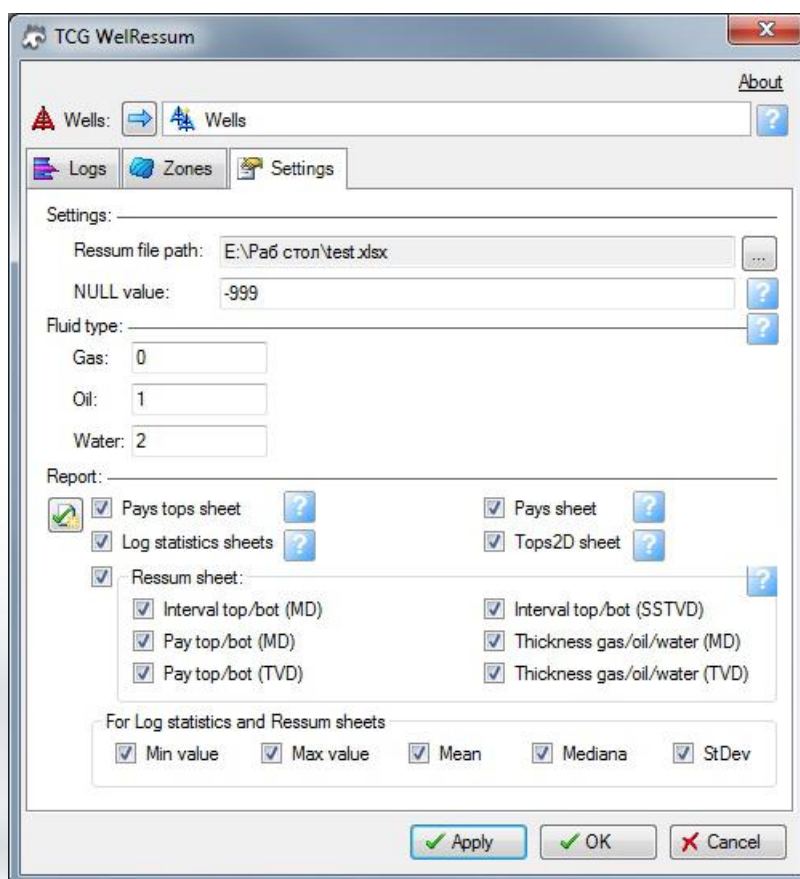

Рисунок 4 – Вкладка **Settings**
4. На вкладке **Settings** (рисунок 4) указываются настройки отчета.